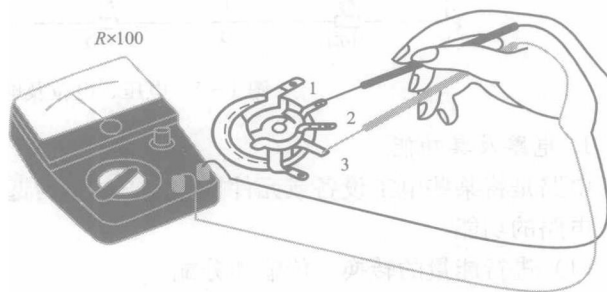

图 1-5 电位器的标称阻值的测量
(1) 检测标称阻值。用万用表的欧姆挡测“1”、“3”两端,其读数应为电位器的标称阻值,如万用表的指针不动或阻值相差很多,则表明该电位器已损坏。如图 1-5 所示。
(2) 检测电位器的活动臂与电阻片的接触是否良好。用万用表的欧姆挡测“1”、“2”(或“2”、“3”)两端,将电位器的转轴按逆时针方向旋至接近“关”的位置,这时电阻值越小越好。再顺时针慢慢旋转轴柄,电阻值应逐渐增大,表头中的指针应平稳移动。当轴柄旋至极端位置“3”时,阻值应接近电位器的标称值。如万用表的